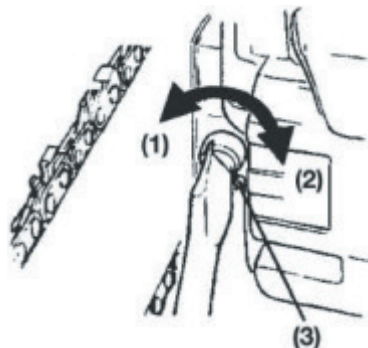

Рис. 5
- Удерживая наконечник шины, отрегулируйте натяжение цепи, повернув винт регулировки натяжения до тех пор, пока пильная цепь не натянется должным образом Рис. 5.